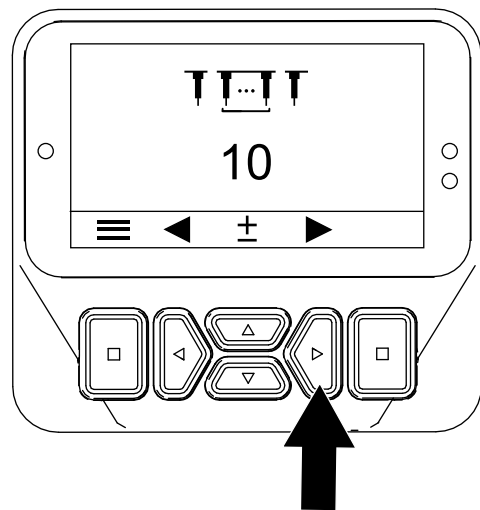

図 50
7. 右ボタンを押して、「タイン数の設定」画面を表示する (図 50)。